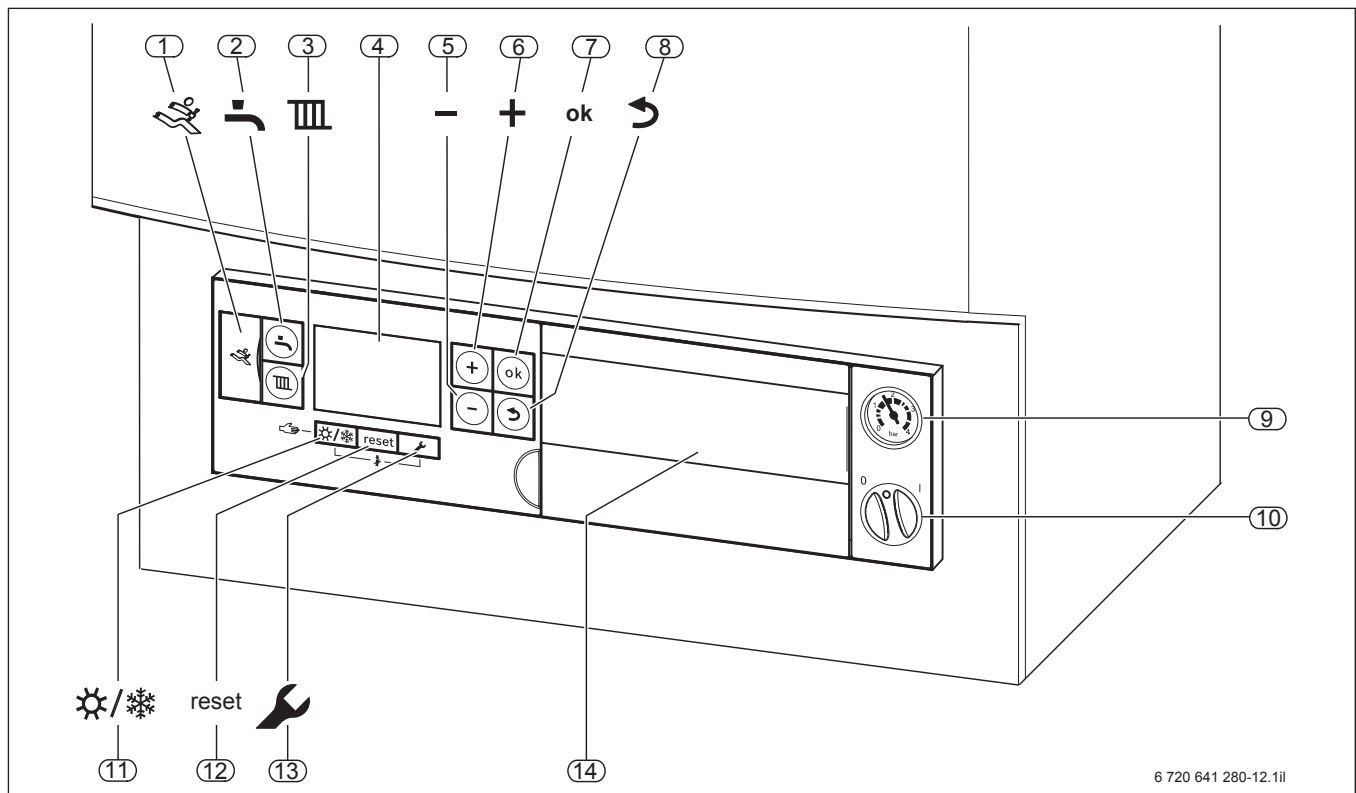

Bild 21 Anzeigen und Bedienelemente des Basiscontrollers Logamatic BC25 (hier eingebaut im Wandgerät GB172)
- Ein- und Ausschalten des Kessels und aller angeschlossenen Module über eine Ein/Aus-Schalter (→ Bild 21, [10], Seite 50)
- Taste Umschaltung „Sommer-/Winterbetrieb“ (→ Bild 21, [12], Seite 50)